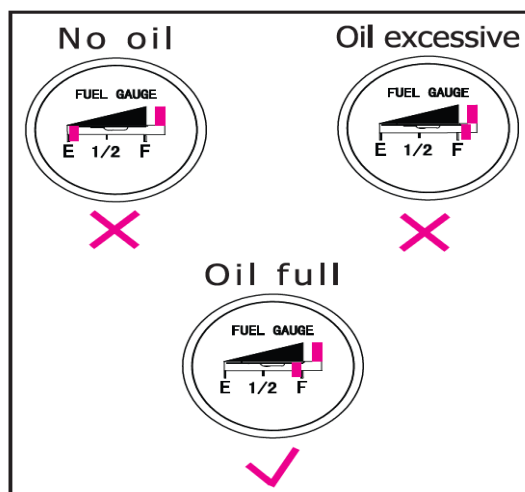

Bild 1.
5. Sluta fylla så snart bränslemätaren visar "F", vilket innebär att tanken är full (bild 1).